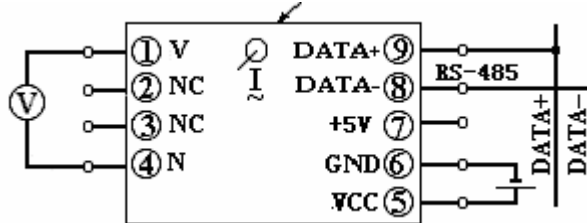

图 3.1.1 单相双隔离 S3 型产品接线参考图
3.1.4.1 单相两隔离 S3 型产品接线参考图，见图 3.1.1